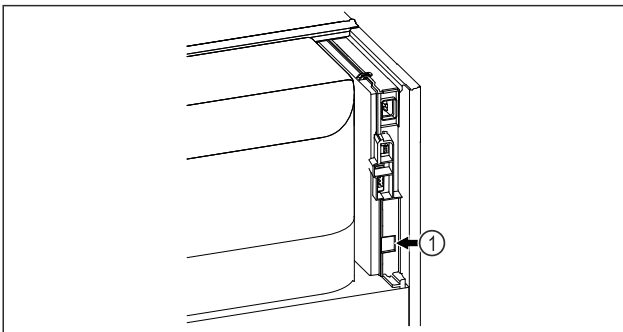

Fig. 168
- ❑ SmartModule Fig. 168 (1) ist eingesetzt.